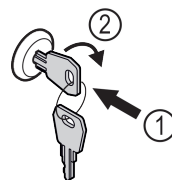

Fig. 91
- ▶ Вдавити ключ Fig. 91 (1).
- ▶ Повернути ключ на 90° за годинниковою стрілкою Fig. 91 (2).